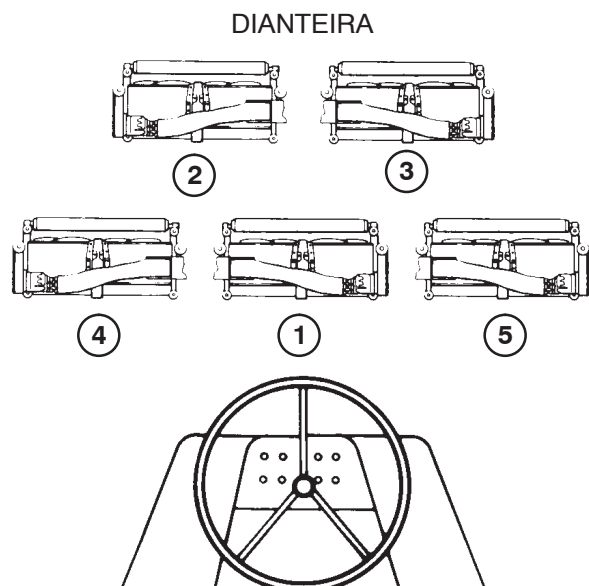

Figura 1
1. Consulte a Figura 1 e disponha todas as cinco unidades de corte no chão em frente da máquina. Posicione as 3 unidades de corte da direita (todas as três são semelhantes) como #1, #3 e #5. Posicione também as unidades de corte da esquerda #2 e #4 (são semelhantes).